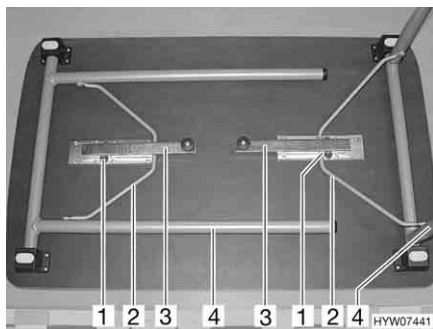

Fig. 34 Tavolo ribaltabile, non fissato all'interno
- Aprire un piede (Fig. 34,4) dopo l'altro verso l'esterno fino a che le staffe di supporto (Fig. 34,2) si innestano nei naselli (Fig. 34,1) delle guide.
- Tirare un piede dopo l'altro con la leva (Fig. 34,3) e ripiegare completamente il piede (Fig. 34,4).